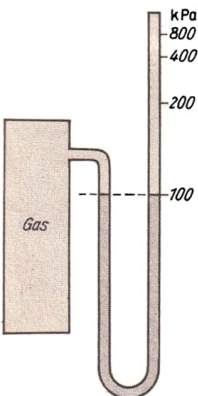

Bild 118
- 4.9** Wir nehmen eine Ausgangssituation nach Bild 118 an. Die im geschlossenen Schenkel des Manometers eingeschlossene Luft hat den im Gas vorhandenen Druck 100 kPa. Bei größer werdendem Gasdruck wird die Flüssigkeitssäule so verschoben, daß der Druck der eingeschlossenen Luft stets gleich dem Gasdruck ist. Der Schweredruck der Flüssigkeit der Höhe Δh ist vernachlässigbar klein. Somit gilt bei konstanter Temperatur Gl. (4.4) $pV = \text{const.}$ Daraus folgt die skizzierte Eichung.